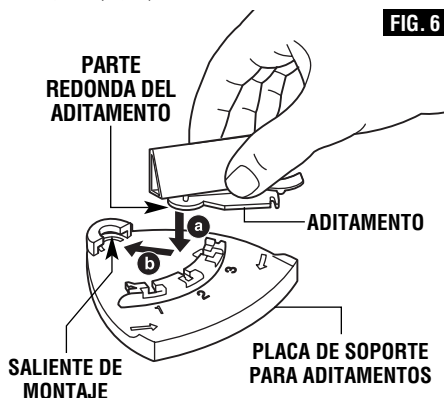

FIG. 6
1. Inserte la parte redonda del aditamento en el saliente de montaje desde el lado de la zapata (Fig. 6).
NOTA: La parte redonda del aditamento se debe insertar completamente en el saliente de montaje para que la parte trasera de la placa para aditamentos no toque el riel de ajuste (Fig. 6).